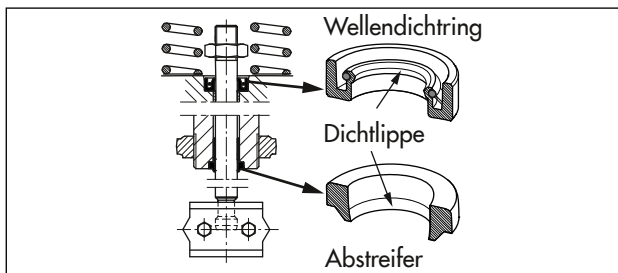

Bild 17: Ausrichtung Wellendichtring und Abstreifer
6. Wellendichtring mit geeignetem Werkzeug montieren. Dabei die korrekte Ausrichtung des Wellendichtrings beachten, vgl. Bild 17.
7. Wellendichtring mit geeignetem Werkzeug montieren. Dabei die korrekte Ausrichtung des Wellendichtrings beachten, vgl. Bild 17.